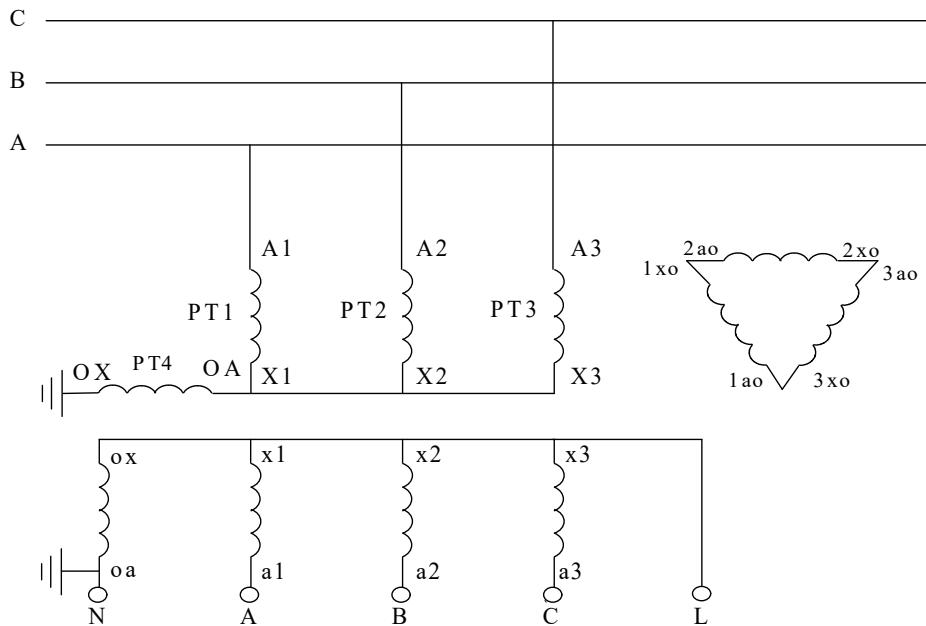

图 8 4PT 连接方式 1
大部分变电站中的 4PT 的连接方式有两种接法，分别如图 8 和图 9 所示。对于图 8 中这种 4PT 的接线方式，组成星形的三个 PT 的开口三角侧被短接，系统零序电压由第四个 PT 的测量线圈来测量，各相电压分别从 A-N、B-N、C-N 端测量。这种接线方式下，系统单相接地时 N-L 端的电压为 57.7V。
在图 8 和图 9 中，测量信号都是从 N-L 端注入。
在图 8 中,零序 PT(即第 4 个 PT)的二次零序绕组是 ox-oa 绕组,其电压通常为 $100/\sqrt{3}$ (V),则测量时 PT 变比为 $\frac{U_L}{\sqrt{3}}/\frac{100}{\sqrt{3}}$ 。这种接线方式和变比下,对应于测试仪的“PT 方式”中的“4PT”方式。也就是说,如果接线方式如图 8 所示,则在测量电容电流前必须将“参数设置”屏幕中的“PT 方式”设置为“4PT”。